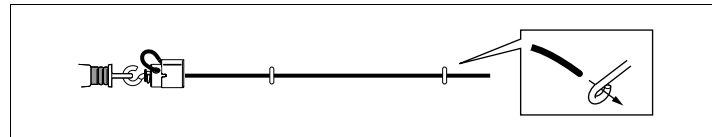

Abb. 7: Montage der Augenschrauben
- Seil etwa bis zur Mitte der Gesamtlänge durch die Augenschrauben führen (Abb. 7).